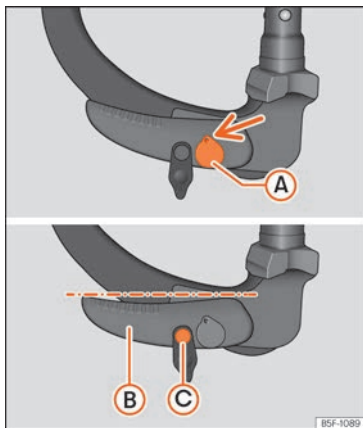

Abb. 294 Ruheposition: Stellung von Hebel und Entriegelungsbolzen
- Der Schlüssel (A) »»» **Abb. 294** befindet sich in entriegelter Position [der gelochte Teil des Schlüssels zeigt nach oben].
- Der Hebel (B) »»» **Abb. 294** befindet sich in der unteren Position.
- Der Entriegelungsbolzen (C) kann bewegt werden »»» **Abb. 294**.